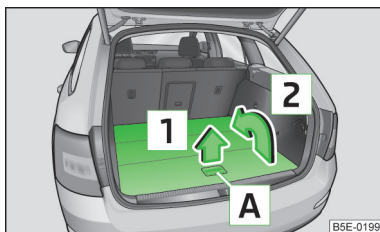

Fig. 97
- Prindeți partea din spate a podelei variabile de mânerul **A** » fig. 97 și ridicați în sensul săgeții **1**.